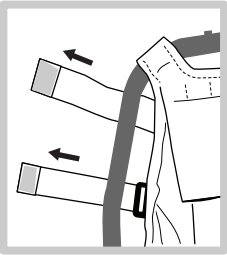

Figura 4
- a. I cinturini di velcro si attaccheranno alla gamba piegata con i bulloni (Figura 4).